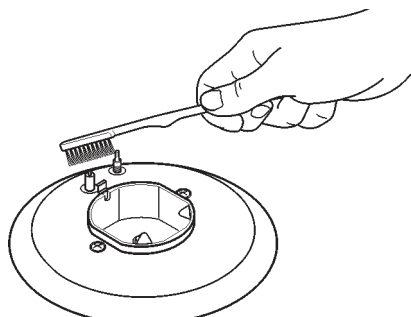

РИС. 6
Очистите их мягко с небольшим нейлоновой щеткой, как показано (см. рис. 6) и хорошо просушите. Не мойте в посудомоечной машине. Очистка должна производиться, после того как поверхность и все детали остынут. Нельзя пользоваться металлическими мочалками, использовать абразивные моющие порошки и разъедающие аэрозоли.
- проверьте, чтобы отверстия рассекаателей „Т” не были засорены (рис. 6/А).